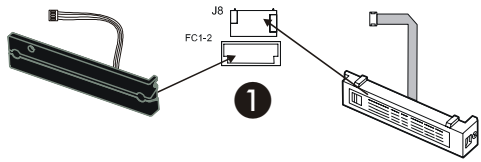

Fig. 23
5.4.2. Bornier J7 - Alimentation (fig. 23)
5.4.3. Bornier J6 - Moteurs et feu clignotant (fig. 23)
5.4.4. Bornier J1 - Accessoires (fig. 23)
Connecteur à embrochage rapide pour le raccordement du fin de course. Il permet de connecter à l'armoire le fin de course MLS et le fin de course inductif (fig. 23 réf. ①).